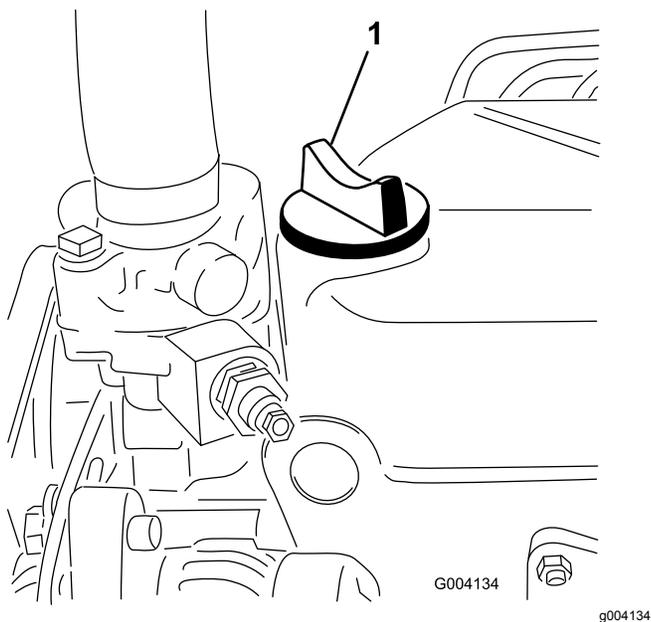

図 30
5. FULL マークまでない場合は、キャップ(図 30)を取り、FULLマークまでオイルを補給する。